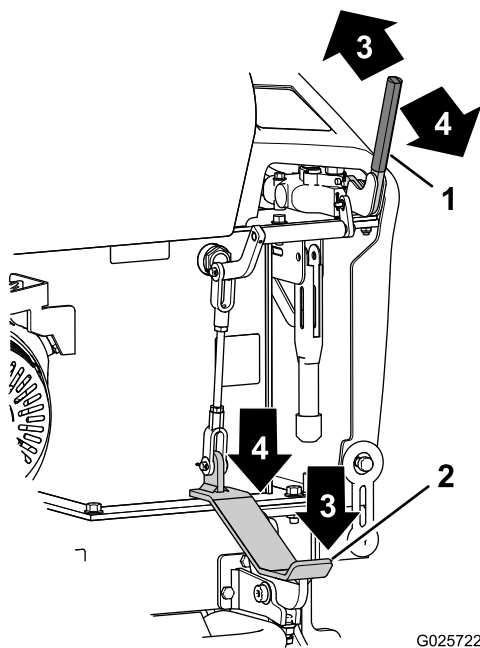

Figura 9
2. Voltee la tolva empujando hacia adelante la palanca de volteo o pisando la parte delantera del pedal de volteo (Figura 9).
- Mueva la tolva a la posición vertical tirando hacia atrás de la palanca de volteo o pisando la parte trasera del pedal de volteo (Figura 9).